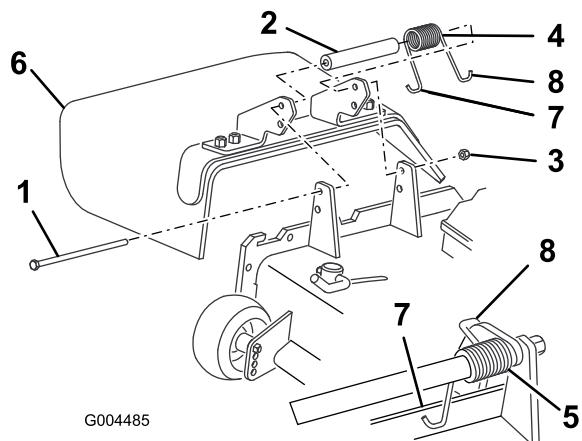

図 80
2. デフレクタをピボット・ブラケットに固定しているロックナット、ボルト、スプリング、スペーサを外す(図 80)。デフレクタを取り外す。
3. デフレクタのブラケットの間にスペーサとスプリングを入れる(図 80)。スプリングの左側のフックを、デッキのエッジに引っ掛ける。
注 ボルトを取り付ける前に、スプリングのJ字フックがデッキの後部エッジに図 80のように取り付けられていることを確認してください。
4. ボルトとナットを取り付ける。スプリングの右側のフックを、デフレクタに引っ掛ける(図 80)。